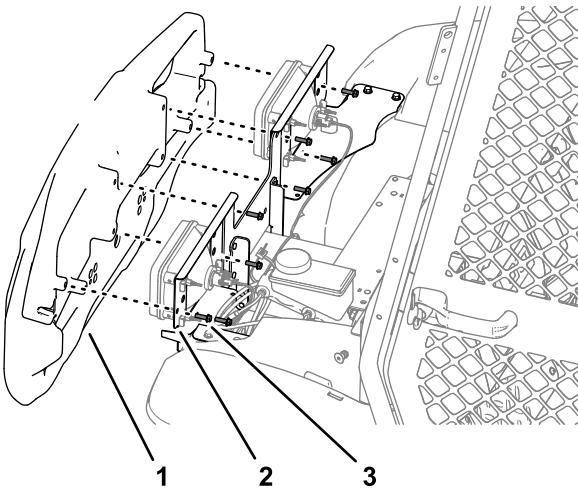

Figura 42
1. Supportando il paraurti, rimuovete gli 8 bulloni a testa flangiata che fissano il paraurti ai relativi supporti e alle staffe dei fari (Figura 42)